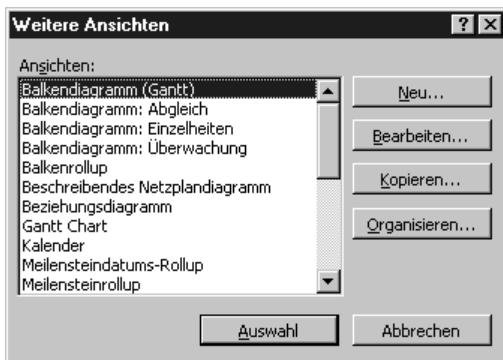

Abbildung 18.4:
1. Wählen Sie Ansicht, WEITERE ANSICHTEN. Das Dialogfeld WEITERE ANSICHTEN erscheint auf dem Bildschirm. (Siehe Abbildung 18.4)